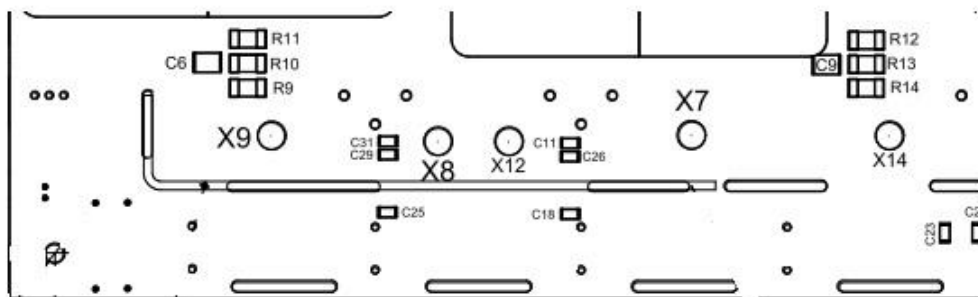

Рисунок 5 – Точки $X7$ и $X8$ на плате преобразователя для подключения щупов DP50
8.3 Завершают сборку испытательной схемы подключением зажимов дифференциального щупа DP50 к контактным точкам $X7$ и $X8$ на плате (рисунок 5) и щупов мультиметра к шинам «+ U_{out} » и «- U_{out} ».